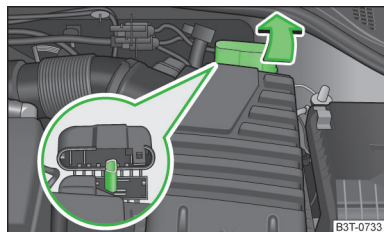

Fig. 186
¡En vehículos con las baterías en el maletero, se puede conectar el polo positivo de la batería auxiliar por medio de un cable de ayuda de arranque sólo al punto de ayuda de arranque en el vano motor del vehículo por arrancar » fig. 186!
- Destapar la caperuza protectora del punto de ayuda de arranque en el sentido de la flecha » fig. 186.